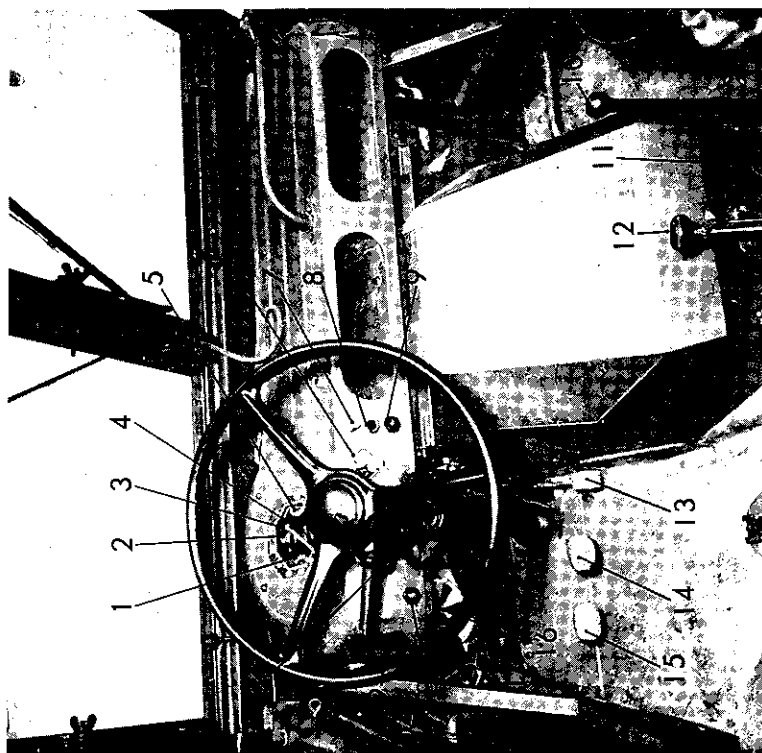

Fig. 1. — Cabine
A. Moteur froid (fig. 1).
B. Moteur chaud (fig. 1).
2. RÉCHAUFFAGE DU MOTEUR (fig. 1).
4. DÉMARRAGE ET PASSAGE DES VITESSES (fig. 1 et 2).
1. Appuyer à fond sur la pédale de débrayage (15, fig. 1), et placer le levier de changement de vitesse en première (fig. 2a).
2. Embrayer progressivement tout en appuyant sur l'accélérateur (13, fig. 1) et en lâchant le frein à main.
- Manœuvrer le levier de changement de vitesse (12, fig. 1) sans brusquerie.
5. *Tableau de bord* (fig. 1).
8. ARRÊT DU VÉHICULE ET DU MOTEUR (fig. 1).
En cours de route, le conducteur doit surveiller fréquemment la lampe témoin de pression d'huile (2, fig. 1).